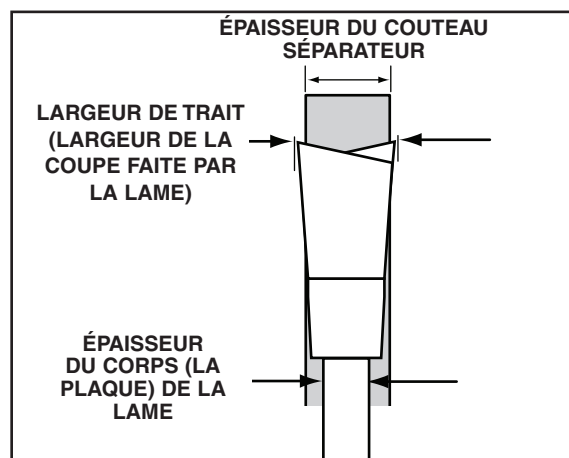

FIG. 39
Si une lame différente est utilisée, vérifier le corps (la plaque) de lame, l'épaisseur et le trait de scie ou la largeur de coupe marquée sur la lame ou sur l'emballage de la lame. L'épaisseur du couteau séparateur doit être supérieure à l'épaisseur de corps et inférieure à la largeur de trait, comme l'illustre la fig. 39. Sinon, le couteau séparateur DOIT être remplacé par un autre de la bonne épaisseur.
3. Sélectionner le couteau séparateur comme l'indique la fig. 39.